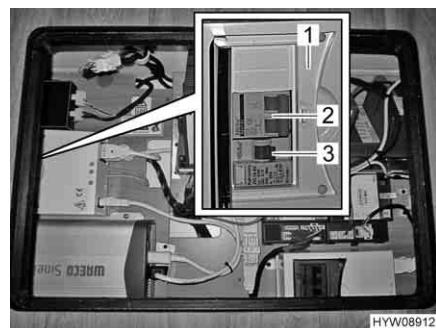

Fig. 82 Scatola dei fusibili supplementare
Le prese sono protette da un interruttore di sicurezza (Fig. 82,2) e da un interruttore di sicurezza per correnti di guasto (Fig. 82,3) in una scatola dei fusibili (Fig. 82,1) aggiuntiva.
- Se il veicolo è collegato all'alimentazione a 230 V, premere il tasto di controllo sull'interruttore di sicurezza per correnti di guasto (Fig. 82,3). L'interruttore di sicurezza per correnti di guasto (FI) deve scattare.